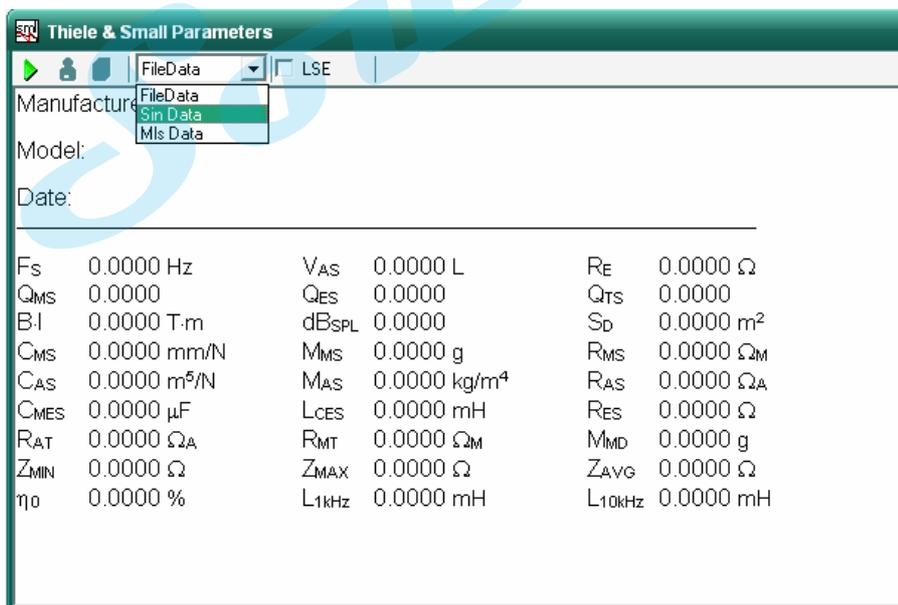

图11-13
11.4.4 点主工具栏的 **Ts** 图标进入T&S 参数计算操控面板如图11-13, 因为是采用SIN 正弦模式测量阻抗曲线, 所以在执行参数计算的阻抗曲线类型选择下拉菜单选Sin Data (正弦数据)。点开始计算按钮执行参数的计算。